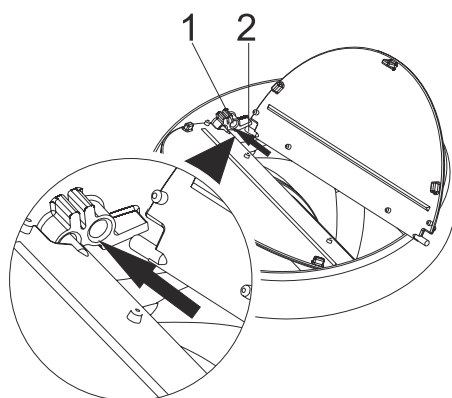

Fig. 11
- Inserire il perno di plastica (area n. 2) sulla presa del perno sullo scarico del motore (area n. 1).Fig. 11 (Fig. 11Quindi piegare leggermente l'aletta per inserire l'altro perno sull'aletta e inserire l'altro perno nella sua presa (Fig. 11).